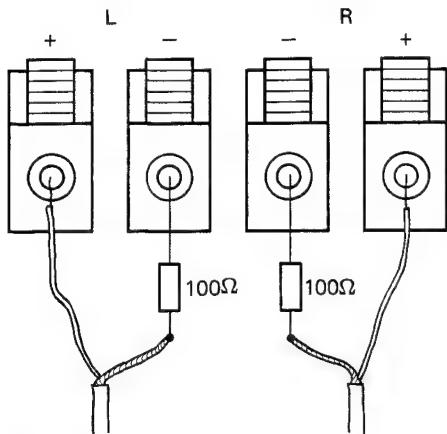

Fig. 5
- Bei verschiedenen Vollverstärkern dürfen die Masseanschlüsse des linken und des rechten Kanals nicht verbunden werden. Wenn in diesem Fall die Verdrahtungs-Variante 2 (siehe 3.2) gewählt wird, müssen die Abschirmungen von beiden Anschlusskabeln über je einen Widerstand von 100 Ohm an die **«kalten»** bzw. **(-)**-Anschlüsse des Verstärkers geführt werden (siehe Fig. 5).
- On certain types of integrated amplifiers, the ground terminals of the left-hand and the right-hand channel may not be interconnected. If in this case the cabling version 2 (see 3.2) is used, each screen of the two connecting cables must be connected to the "cold" ("") terminals via a 100 ohm resistor (see fig. 5).
- Divers amplificateurs intégrés ne supportent pas que les prises de masse des canaux droit et gauche soient reliées. Si vous optez dans le cas présent pour la variante de câblage 2 (voir 3.2), les tresses de masse des deux câbles de liaison doivent être chacune reliées par une résistance de 100 Ohm aux points **«froids»**, resp. **(-)** de l'amplificateur (voir fig. 5).